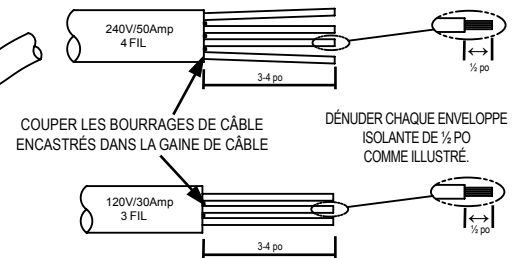

FIGURE 3
- Coupez le cordon d'alimentation, dénudez la gaine externe comme illustré. (Voir la Figure 3)